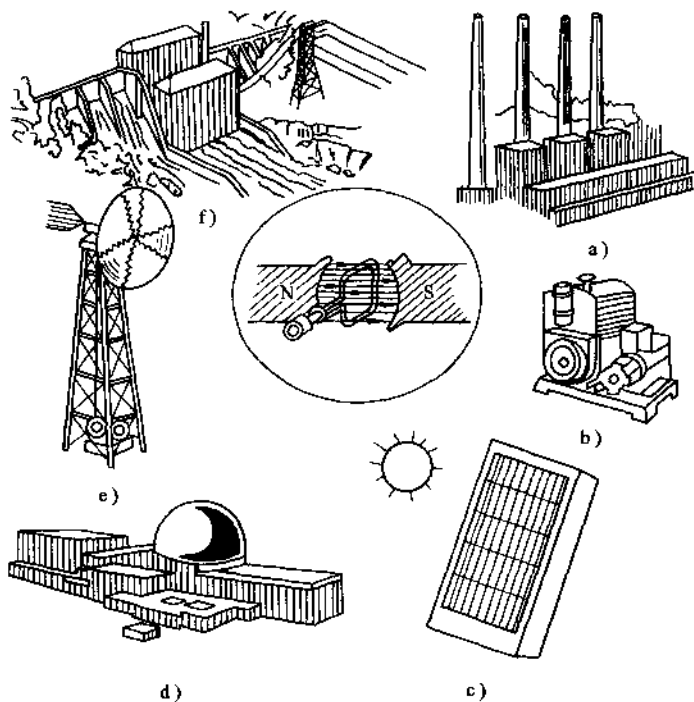

图 1-1 发电装置示意图
1. 电能的生产 电能是由煤炭、石油、水力、核能、太阳能和风能等一次能源通过各种发电装置而获得的二次能源。各种发电装置的示意图如图 1-1 所示。目前, 世界各国电能的生产主要采用以下三种方式。